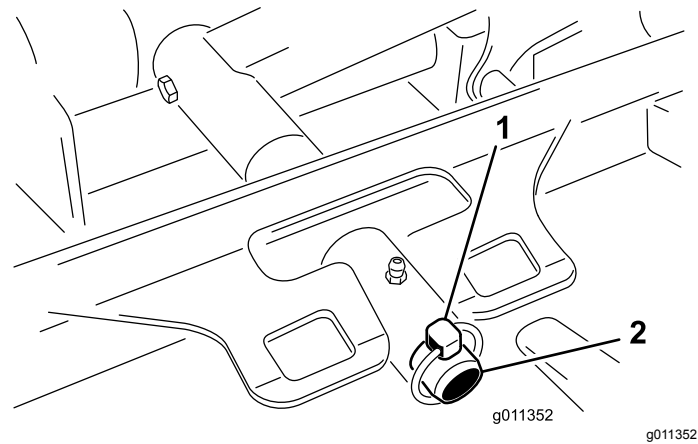

图 65
3. 卸下将刀盘承载架固定至提升臂枢轴销的保险销或锁紧螺母仅限 GM 4700 (图 65)。
3. 将刀盘承载架滑动至提升臂枢轴销上。使用保险销或锁紧螺母仅限 GM 4700 固定 (图 65)。